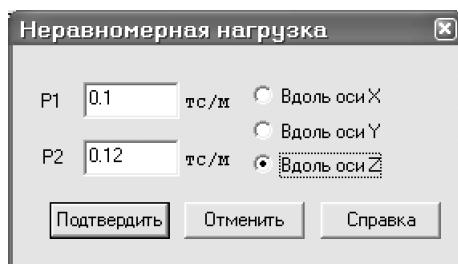

Рис.8.20. Диалоговое окно
- В диалоговом окне **Задание нагрузок** щелчком по кнопке трапециевидной нагрузки на группу узлов вызовите диалоговое окно **Неравномерная нагрузка** (рис.8.20).
вызовите диалоговое окно **Неравномерная нагрузка** (аналогично рис.8.20).